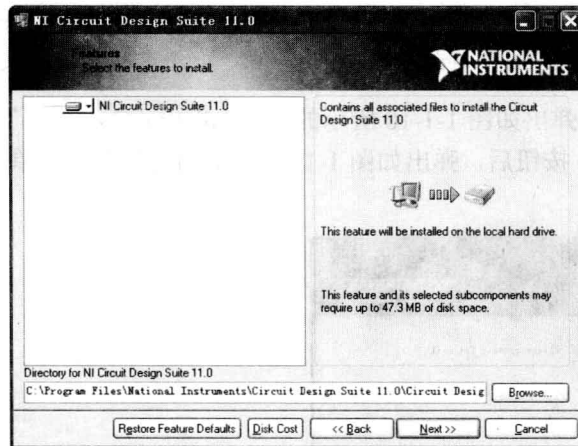

图 1-1-5 “Features” 对话框
(4) 这时弹出如图 1-1-5 所示的 NI Multisim11 “Features”（组件安装）对话框。单击【Next】按钮继续。